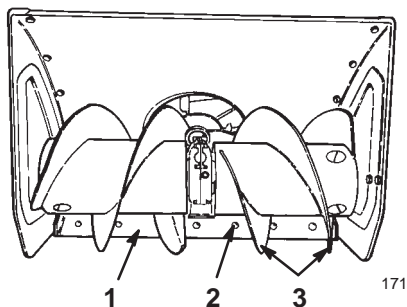

Bild 27
6. Befestigen Sie die **Schneckenblätter** so, dass sie 3 mm vom Boden entfernt sind (Bild 27).
8. Zur Einstellung der Schürfleiste lösen Sie die Schlossschrauben, mit denen die Schürfleiste am Schneckengehäuse befestigt ist, richten die Schürfleiste ein und ziehen die Schlossschrauben wieder an (Bild 27).